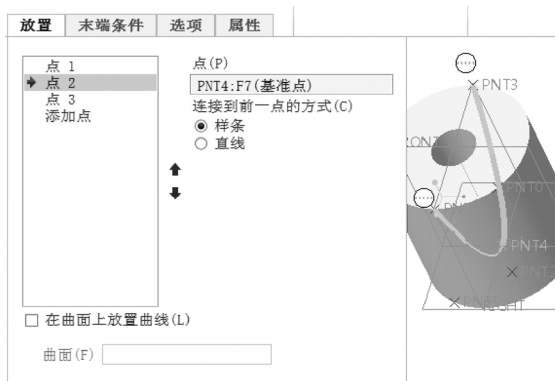

图 3-66 选择 3 个基准点来创建曲线
3) 在图形窗口中依次单击 PNT3、PNT4 和 PNT5 这 3 个基准点，如图 3-66 所示，此时打开“放置”面板，在点集列表中分别选择“点 2”和“点 3”，可以看到这两个点“连接到前一点的方式”均默认为“样条”。